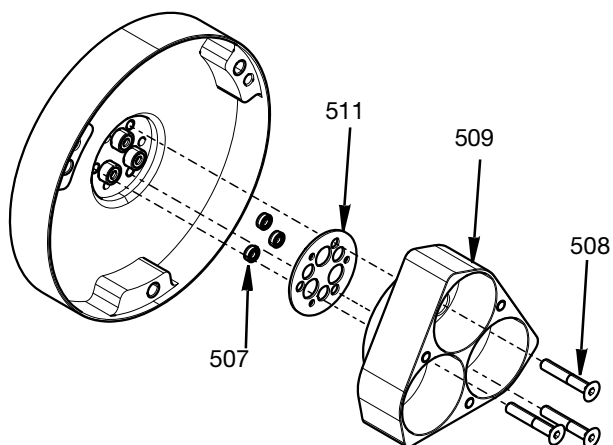

FIG. 14
6. Ta bort de tre M4-skruvarna (508) som håller luftcylinderhuset (509). Efter att luftcylinderhuset har tagits bort kan cylinderhuspackningen (511) och stångtätningarna (201) tas bort. Se **Verktygssats 25T489 för montering och demontering av tätningar**, sidan. 32 när stångtätningarna ska tas bort. Se FIG. 14.